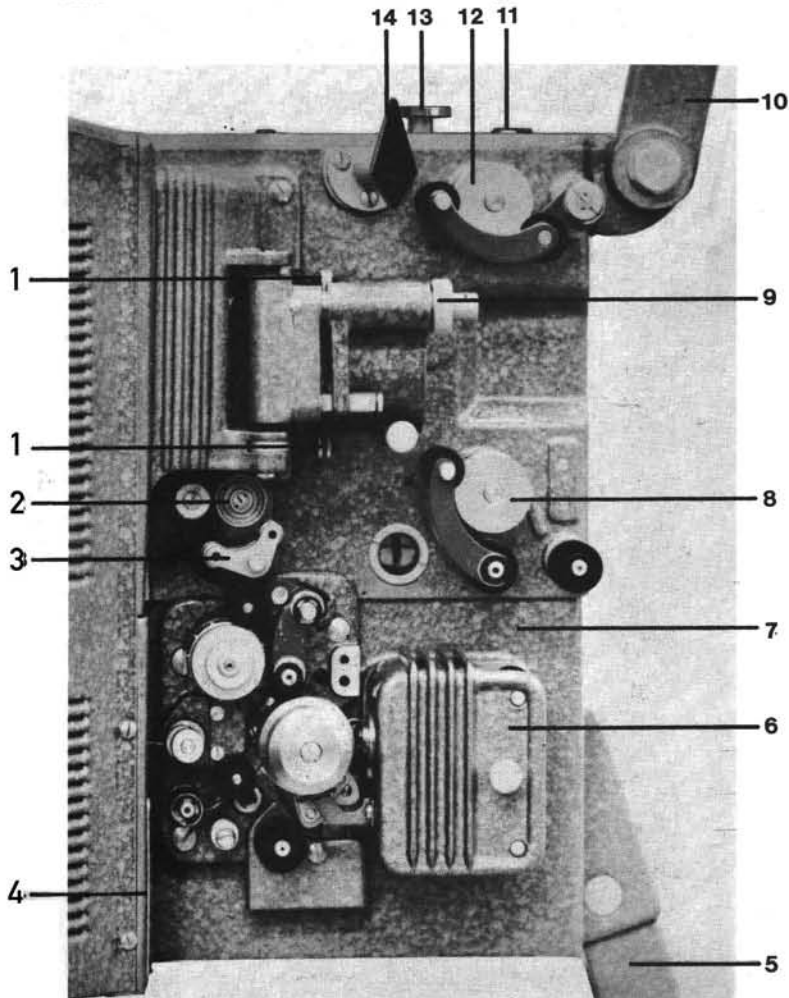

Bild 4 Werk des BAUER-Selecton
**Am Projektorwerk (Bild 4, Pos. 15)**
### Das Projektorwerk (Bild 4)
### Die Spulenarme (Bild 4)
### Die zentrale Bildstrichverstellung (Bild 4)